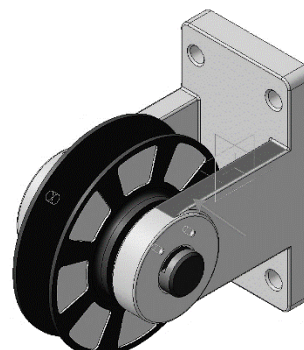

Рис. 37. Выбор элемента детали «Вилка» для сопряжения «Параллельность»
2.4.11 Укажите грань на проушине (рис. 37).